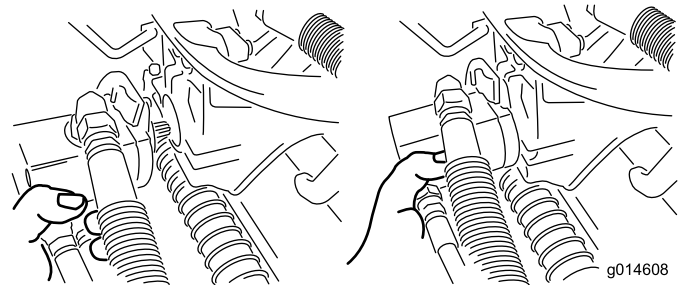

Figure 50
3. Transférez le moteur à la position de rangement sur l'avant du bras de suspension (Figure 50).